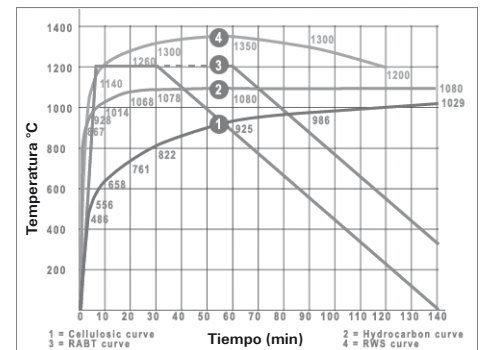

Figura 4 Curvas tiempo/temperatura de resistencia al fuego
- **crisis del acero:** durante el incendio, tras el significativo aumento de la temperatura, se da una fuerte disminución de las características mecánicas del acero. Como se muestra en la figura 4, alrededor de los 600°C se reduce a la mitad el valor de la tensión de fluencia tanto con los aceros de carpintería como con los de hormigón. Dicho tipo de rotura se debe tener en cuenta sobre todo en las situaciones de fijación con montaje distanciado, en las que se anula la acción protectora del material de apoyo en el que se introduce el anclaje. Las pruebas experimentales han demostrado que los anclajes de acero inoxidable proporcionan cargas de seguridad mayores con el mismo tiempo de exposición al fuego respecto a los normales;